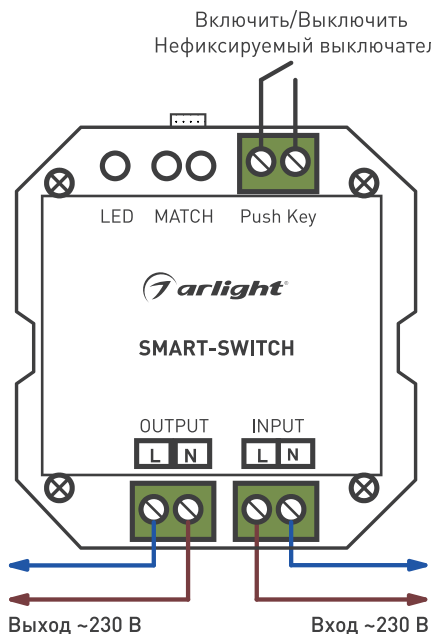

Рисунок 1. Схема подключения выключателя.
- 3.2. Подключите нагрузку к выходу OUTPUT выключателя, соблюдая порядок подключения проводов (см. Рис. 1).
- 3.3. Подключите обесточенные провода электрической сети к входу INPUT выключателя, соблюдая порядок подключения проводов (см. Рис. 1).